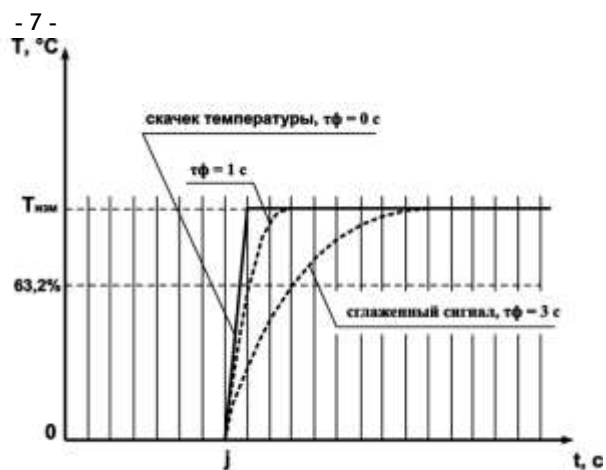

Рисунок 3.6
3.2.4.2 Цифровой фильтр устраняет шумовые составляющие сигнала, осуществляя его экспоненциальное сглаживание. Основной характеристикой экспоненциального фильтра является $tф$ – постоянная времени цифрового фильтра, параметр $Ft1$ ($Ft2, Ft3, Ft4$) – интервал, в течение которого температура достигает **63,2%** измеренного значения $T_{изм}$ (рисунок 3.6).